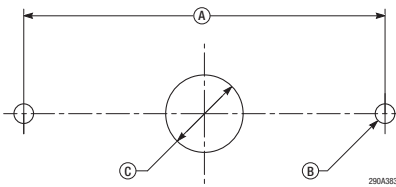

Figure 2
- b. Avec le joint statique comme gabarit ou les dimensions indiquées à la figure 2, faites deux marques de repère sur la surface de montage pour percer les trous. Percez un trou de 3/16 pouce (4,8 mm) de diamètre aux deux repères extérieurs pour l'installation. Percez ou percez un trou de diamètre de 3/4 pouce (19,1 mm) au repère central pour l'entrée du fil.